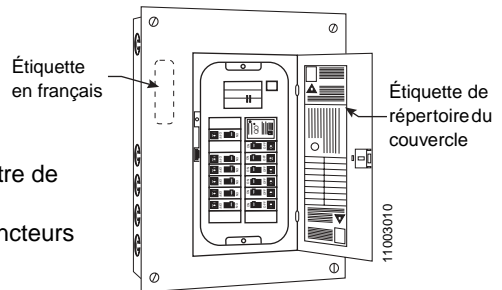

Figure 9 : Emplacements des étiquettes
2. Fixer l'étiquette en français, fournie avec le centre de distribution, au dos du couvercle. Voir la figure 9.